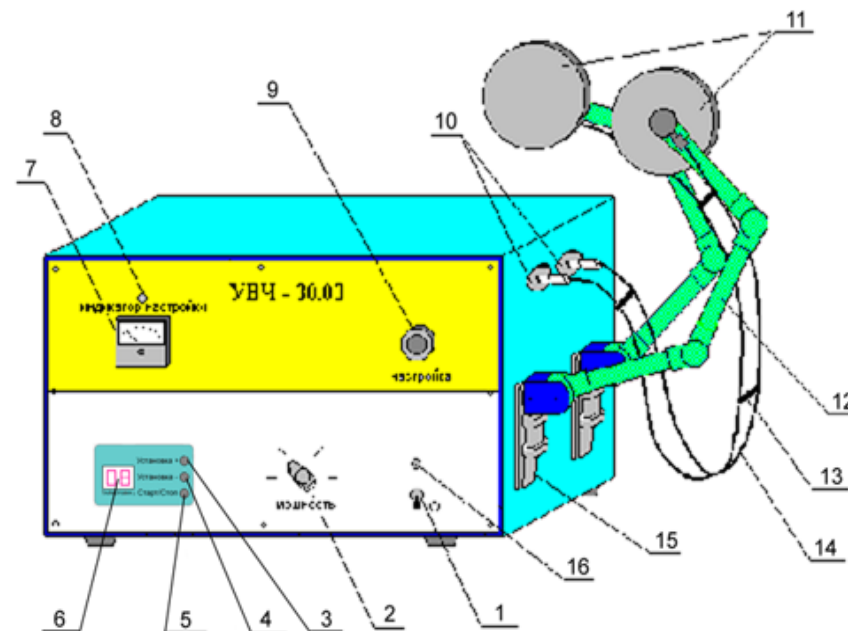

Рисунок 1. Общий вид аппарата для УВЧ-терапии переносный УВЧ-30.03-«НАНЭМА».
4.6. На лицевой панели аппарата (рис. 1) расположены:
- 6.5. Установите тумблер (1) СЕТЬ и ручку переключателя (2) МОЩНОСТЬ в выключенное положение «0» (см. рисунок 1).